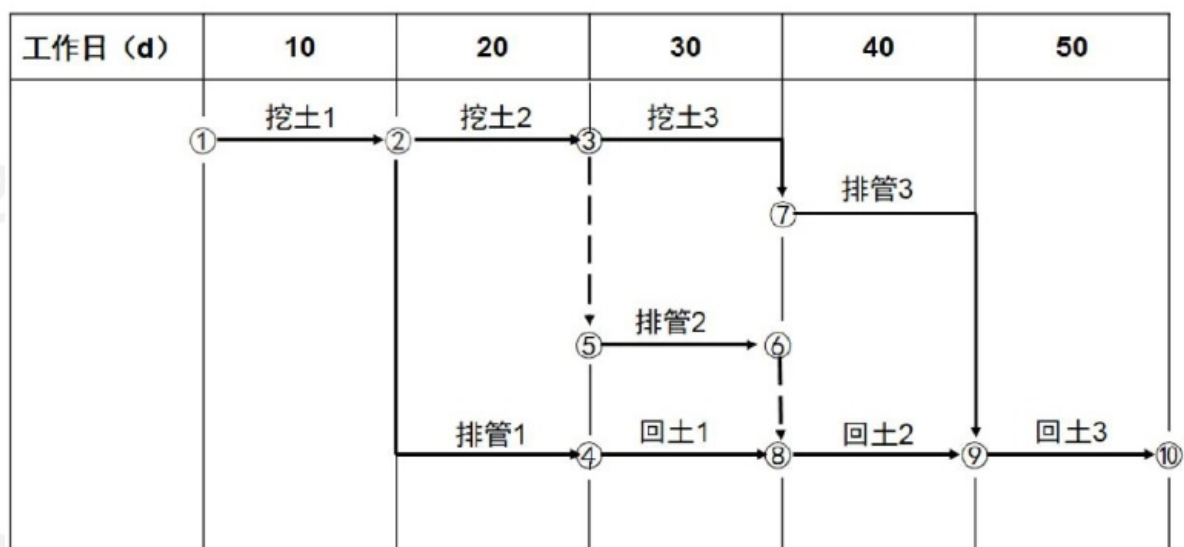

图1-2 雨水管道施工时标网络计划图
- (1) 由 A（技术人员）具体负责：确定管线中线、检查井位置与沟槽开挖边线。
- (2) 由质检员具体负责：沟槽回填土压实度试验；管道与检查井施工完成后，进行管道 B 试验（功能性试验）
- (3) 管道施工工艺流程如下：沟槽开挖与支护→C→下管、排管、接口→检查井砌筑→管道功能性试验→分层回填土与夯实。
- (4) 管道验收合格后转入道路路基分部工程施工，该分部工程包括填土、整平、压实等工序，其质量检验的主控项目有压实度和 D。
- (5) 管道施工划分为三个施工段，时标网络计划如图1-2 所示（2 条虚工作需补充）
- 3、补全图1-2中缺少的虚工作（用时标网络图提供的节点代号及箭线作答，或用文字叙述，在背景资料中作答无效）。补全后的网络图中有几条关键线路，总工期为多少？